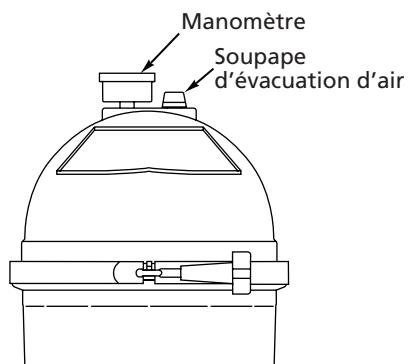

Figure 3
11. Brancher le manomètre et la soupape d'évacuation d'air comme il est illustré à la Figure 3. Appliquer du ruban d'étanchéité en Téflon, du Plasto Stik* ou de l'enduit d'étanchéité Silastic n° 732 sur les filets du manomètre.